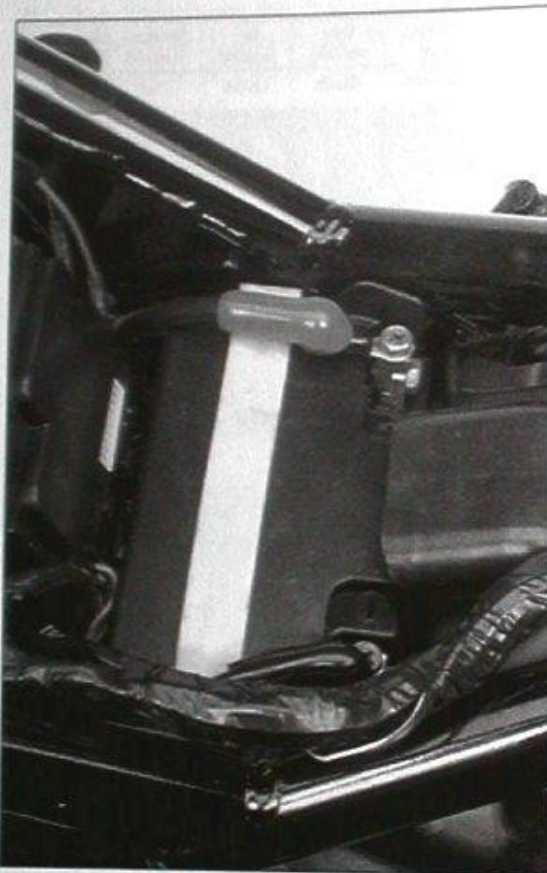

Bild 70
- Batterie zum Laden ausbauen (Bild 70).